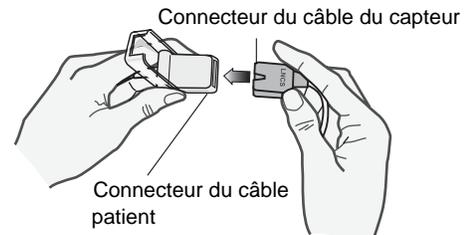

Figure 5
4. Soulevez le cache en plastique transparent qui protège l'extrémité femelle à câble patient, puis introduisez le connecteur mâle à câble du capteur dans le connecteur du câble patient jusqu'à la butée (voir la Figure 5).
6. Soulevez le cache en plastique transparent qui protège l'extrémité femelle du câble patient, puis introduisez le connecteur mâle du câble du capteur dans le connecteur du câble patient jusqu'à la butée (voir Figure 5).